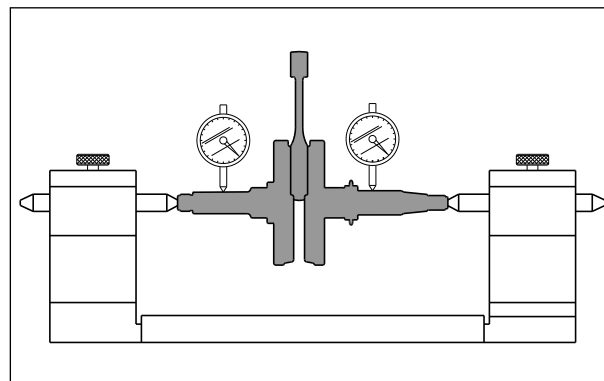

Fig. 3.162
- Apoie a árvore de manivelas com blocos em 'V' ou outra ferramenta de verificação. Posicione o relógio comparador nas posições mostradas para realizar a leitura da excentricidade. O empenamento deve estar dentro do limite. (Fig. 3.162)